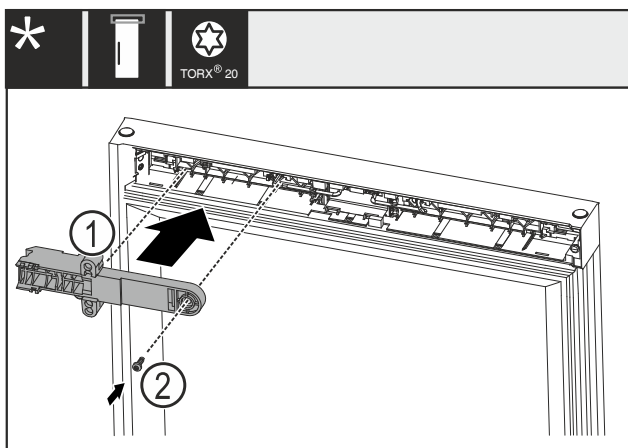

Fig. 23
- ▶ Obrócić element mocujący zamka Fig. 23 (1) o 180° i zamontować po przeciwnej stronie.
- ▶ Zamocować element mocujący Fig. 23 (1) zamka śrubą Fig. 23 (2).